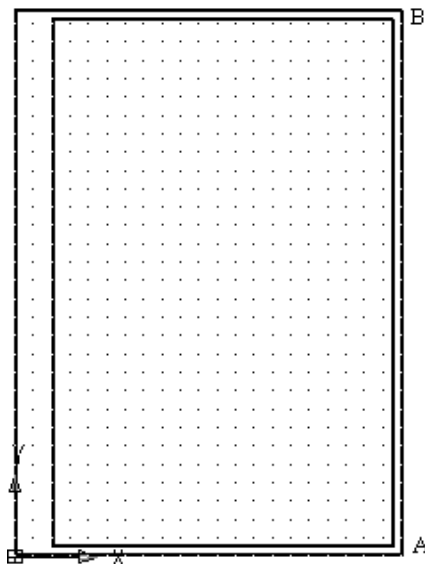

Рис. 5.3. Внутренняя и наружная рамка формата А4
Нами построены два прямоугольника, один из которых (внутренний) является единым объектом, а второй (наружный) состоит из четырех объектов в виде отрезков (рис. 5.3).
Теперь научимся удалять из чертежа ненужные или ошибочно построенные объекты. В качестве упражнения сотрем правый отрезок АВ (см. рис. 5.3) прямоугольной границы формата, а затем восстановим его, познакомившись заодно со способами выбора объектов и вводом координат точек привязкой к точкам уже построенных объектов чертежа.
Эту операцию проиллюстрируем на примере стирания отрезка АВ (см. рис. 5.3), который ограничивает чертежный формат справа.
2. Выберите щелчком левой кнопки мыши вертикальный отрезок АВ (см. рис. 5.3). Отрезок отметится точками.
Работа AutoCAD в режиме объектной привязки позволяет использовать геометрические свойства объектов, такие как их конечные и средние точки, центры дуг и окружностей и т. п., для ввода координат точек вновь создаваемых объектов. Этот режим активизируется только во время запроса программы на ввод новой точки. В следующем примере будет использоваться режим привязки к конечным точкам горизонтальных отрезков внешней рамки (точки А и В на рис. 5.3) для построения нового отрезка, соединяющего эти точки, вместо удаленного.
6. Нажмите клавишу <Enter> для завершения команды **Line** (Отрезок). На экране появится восстановленное изображение с двумя прямоугольными рамками (см. рис. 5.3), а AutoCAD перейдет в режим ожидания следующей команды.